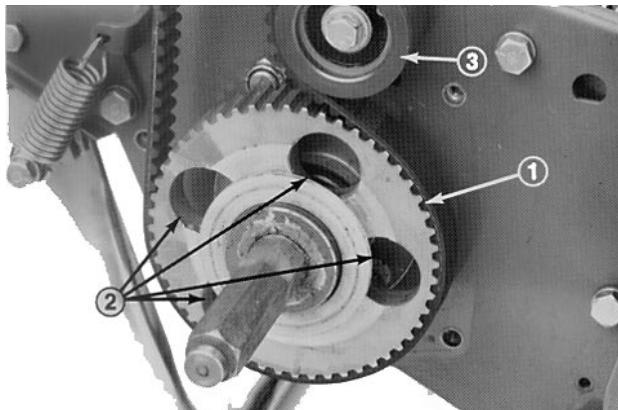

Fig. 3.
- Girar a polie de transmissão até que os orifícios fiquem alinhados com os (4) parafusos da flange do mancal do rolo (Fig. 3).